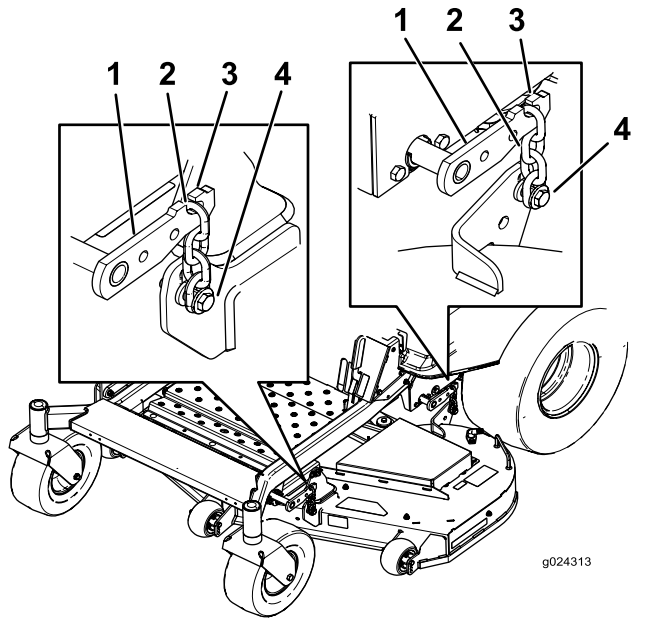

Figura 75
- Retire las cadenas de los ganchos de los brazos de elevación de la carcasa (Figura 75).
- Eleve la parte trasera de la carcasa del cortacésped y conecte las cadenas a los brazos de elevación traseros (Figura 75).
- Conecte las cadenas delanteras a los brazos de elevación delanteros (Figura 75).